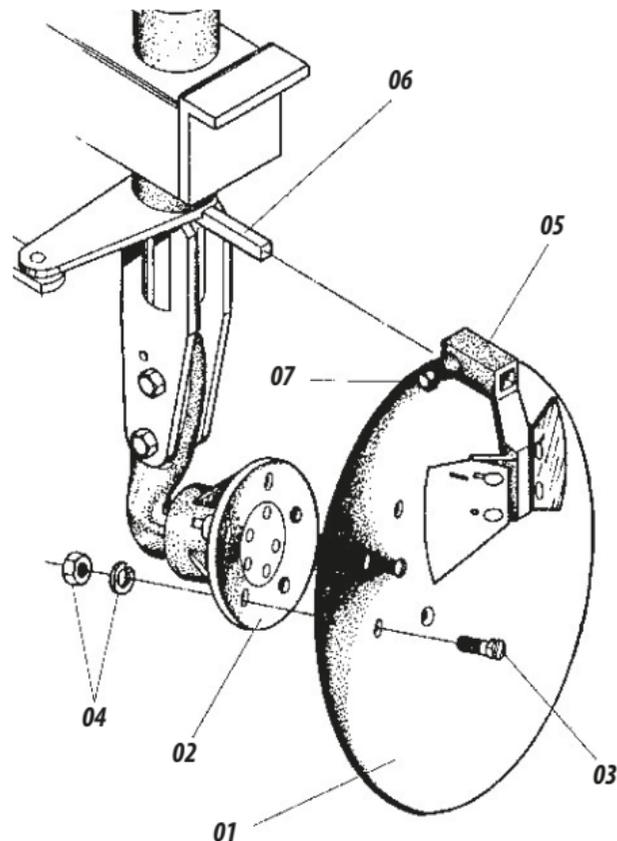

Figura 3
- 02 - Fijar los discos item 1 *figura 3*, en los cubos (mazas) item 2 a través de los tornillos item 3, tuerca y arandela item 4.
- 03 - Introduzca los limpiadores item 5 en el soporte item 6, fijando a través de los tornillos, tuercas y pernos del arado.